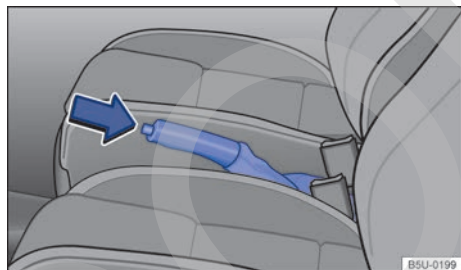

Fig. 113 Entre los asientos delanteros: freno de estacionamiento.
- Tirar de la palanca del freno de estacionamiento un poco hacia arriba y presionar la tecla de bloqueo ⇒ fig. 113 (flecha).